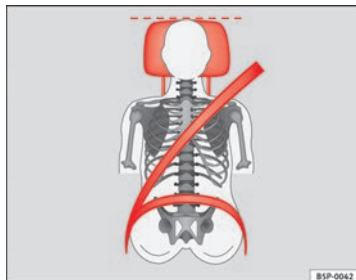

Fig. 14 Banda del cinturón y apoyacabezas ajustados correctamente, vistos de frente
- La banda del hombro debe pasar aproximadamente por el centro del mismo, pero nunca sobre el cuello. El cinturón de seguridad debe quedar plano y bien ceñido a la parte superior del cuerpo ⇒ fig. 14.